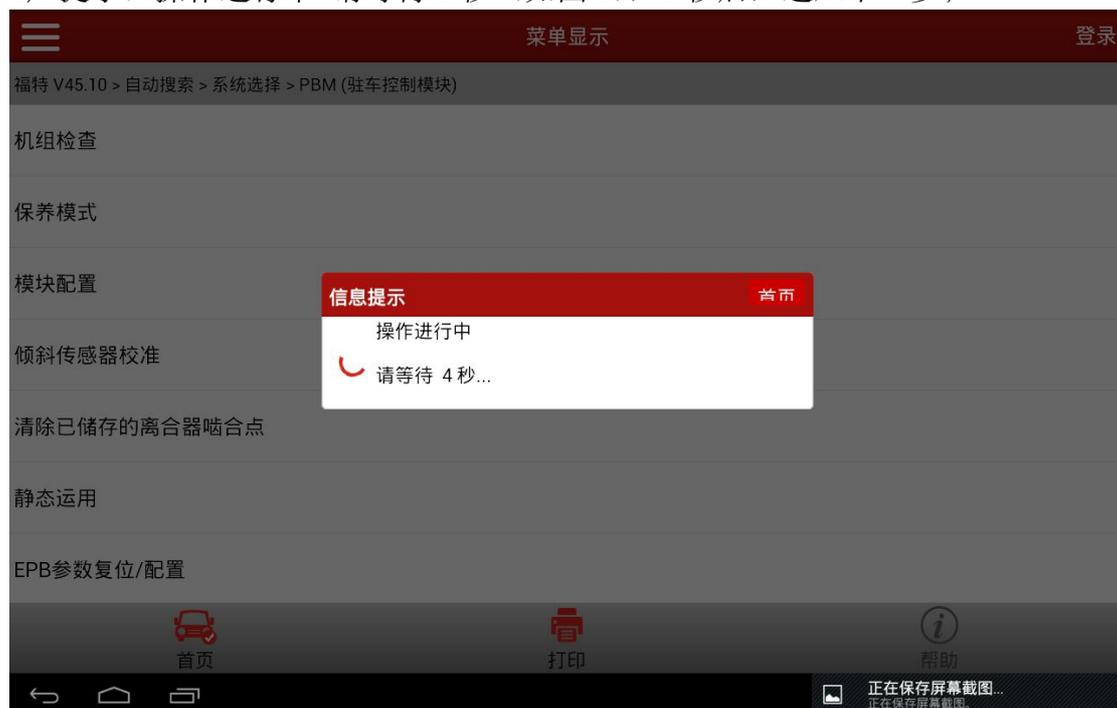

图 6
- 6). 提示：操作进行中 请等待 5 秒（如图 6），5 秒后，进入下一步；